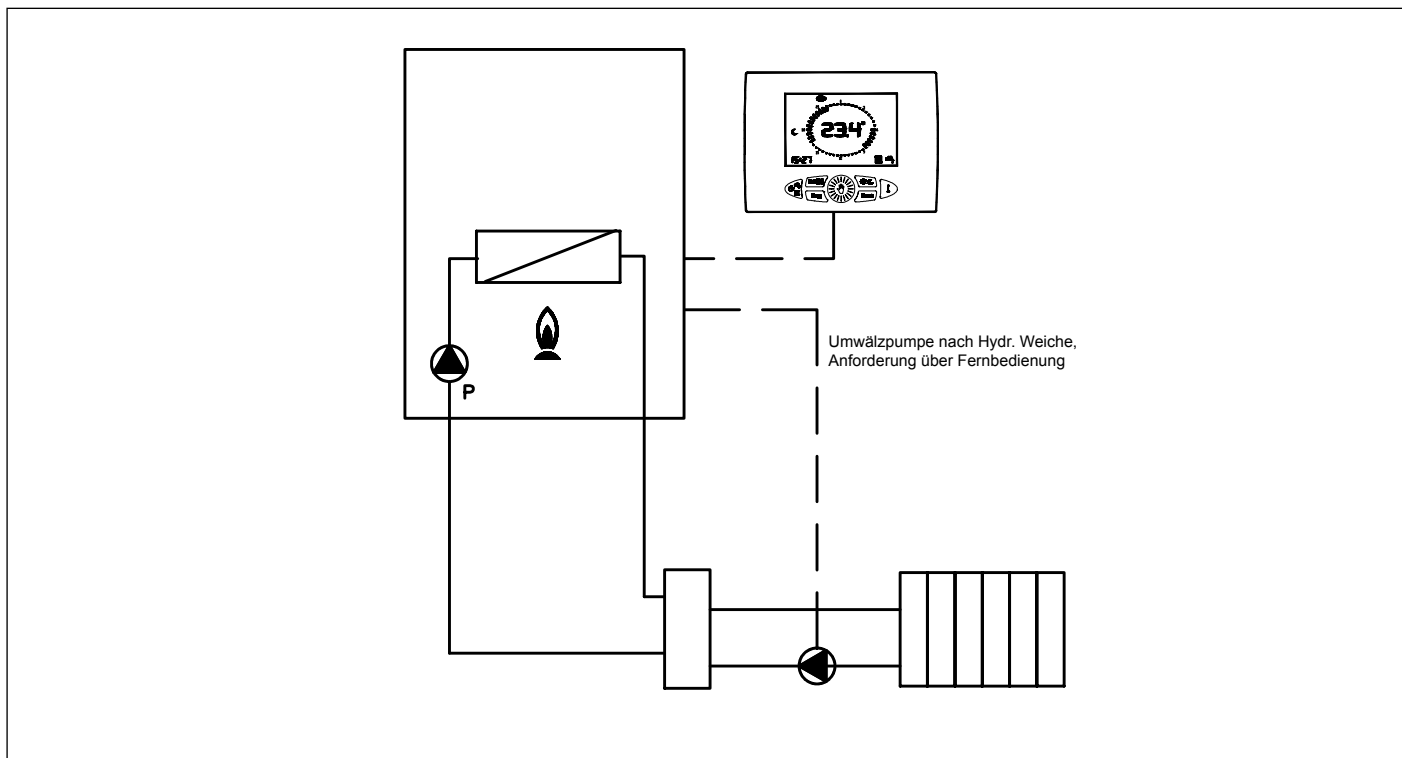

Abb. 36 Multifunktionsrelais, Anforderung über Fernbedienung (P17=1)
- Den CO2 Wert mit einem Abgasanalysegerät messen und anpassen, an der kleinen Einstellschraube **B** an dem Gas-Kombiventil einstellen (siehe Abb. 36 Einstellen des Gas-Kombiventils) die Abgaswerte überprüfen/anpassen, siehe Tab. 30 CO2-Werte. Das Gerät im Schornsteinfegerbetrieb belassen und zum nächsten Schritt „Einstellen der min. Brennerleistung“, übergehen.
- Den CO2-Wert mit einem Abgasanalysegerät messen und anpassen, die Einregulierung der Gasmenge min. findet an der großen Schraube **C** des Gas-Kombireglers statt, Grenzwerte (siehe Abb. 36 Einstellen des Gas-Kombiventils) die Abgaswerte überprüfen/anpassen, siehe Tab. 30 CO2-Werte.